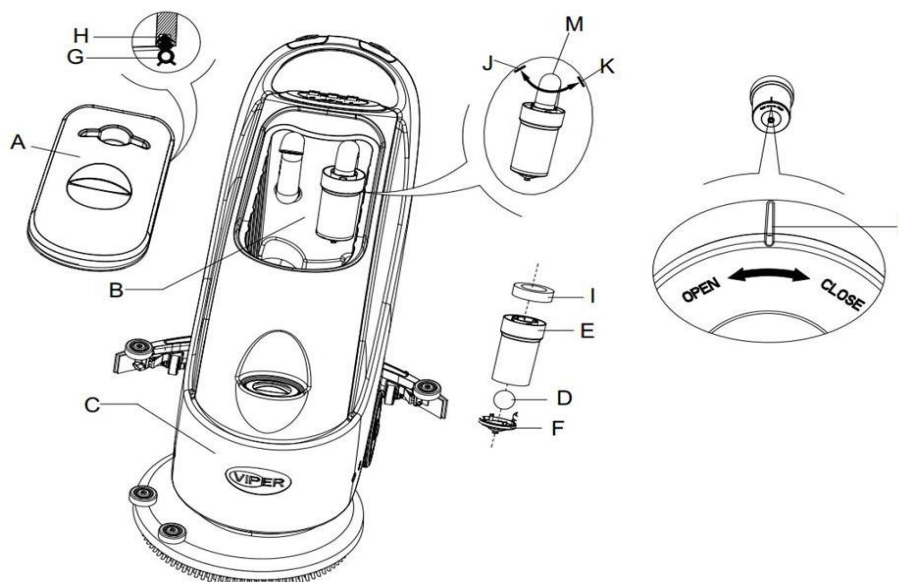

Figura 11
3. Aprire il coperchio del serbatoio di raccolta (A, Figura 11), e togliere il galleggiante (36) dal serbatoio di raccolta.
4. Usare acqua pulita per sciacquare il coperchio del serbatoio di raccolta (A), il serbatoio (B e C), e il telaio di supporto del filtro (E). Per mezzo del tubo di drenaggio (16), far uscire l'acqua dal serbatoio di raccolta.
5. Se necessario, seguendo i simboli "Aperto" e "Chiuso" come indicato nella Figura 11, aprire il serbatoio sul fondo (F) del filtro e pulire il galleggiante (D), il telaio di supporto del filtro (E), e il filtro di spugna (I). Dopo la pulizia, fissare il galleggiante al telaio di supporto del filtro (E), e poi allineare la scanalatura (L) del coperchio del fondo (F) del filtro galleggiante con la scanalatura (L) del telaio di supporto del filtro (E). Avvitare strettamente il coperchio (F) del filtro del galleggiante, e fissare il filtro di spugna (I) al telaio di supporto del filtro (E), e quindi al tubo di aspirazione (M).
6. Verificare l'efficacia della guarnizione di chiusura (G) del serbatoio di raccolta.
Se necessario, la guarnizione di chiusura del serbatoio di raccolta (G) può essere estratta dalla scanalatura (H) e sostituita. Nell'assemblare un nuovo serbatoio di raccolta, come mostrato nella **Figura 11** sotto, installare il connettore nella sezione mediana della parte posteriore.
7. Verificare che la superficie di inserimento della guarnizione di chiusura (G) sia intatta e la sigillatura sia efficace.
8. Chiudere il coperchio del serbatoio di raccolta (A).